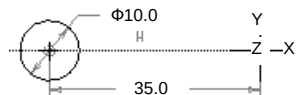

图 4.2.11 第三个截面
(4) 创建第三个截面。在系统弹出的“确认”对话框中单击 是(Y) 按钮；在系统 为截面3 输入 y_axis 旋转角 (范围: 0 - 120) 的提示下，输入角度值 100.0 后按回车键；绘制图 4.2.11 所示的截面图形（要创建坐标系），完成绘制后，单击“确定”按钮 确定 。